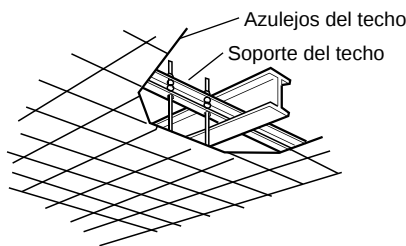

Fig. 3-59
- Utilice los soportes del techo existentes o construya un soporte adecuado (Fig. 3-59).